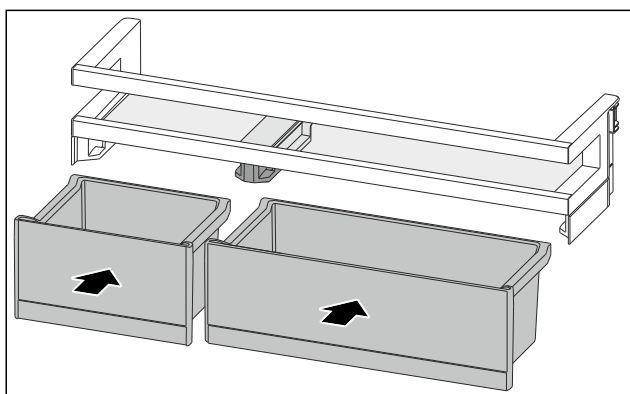

Fig. 119
- Inserire i VarioBox in posizione scambiata. (vedere Fig. 119)